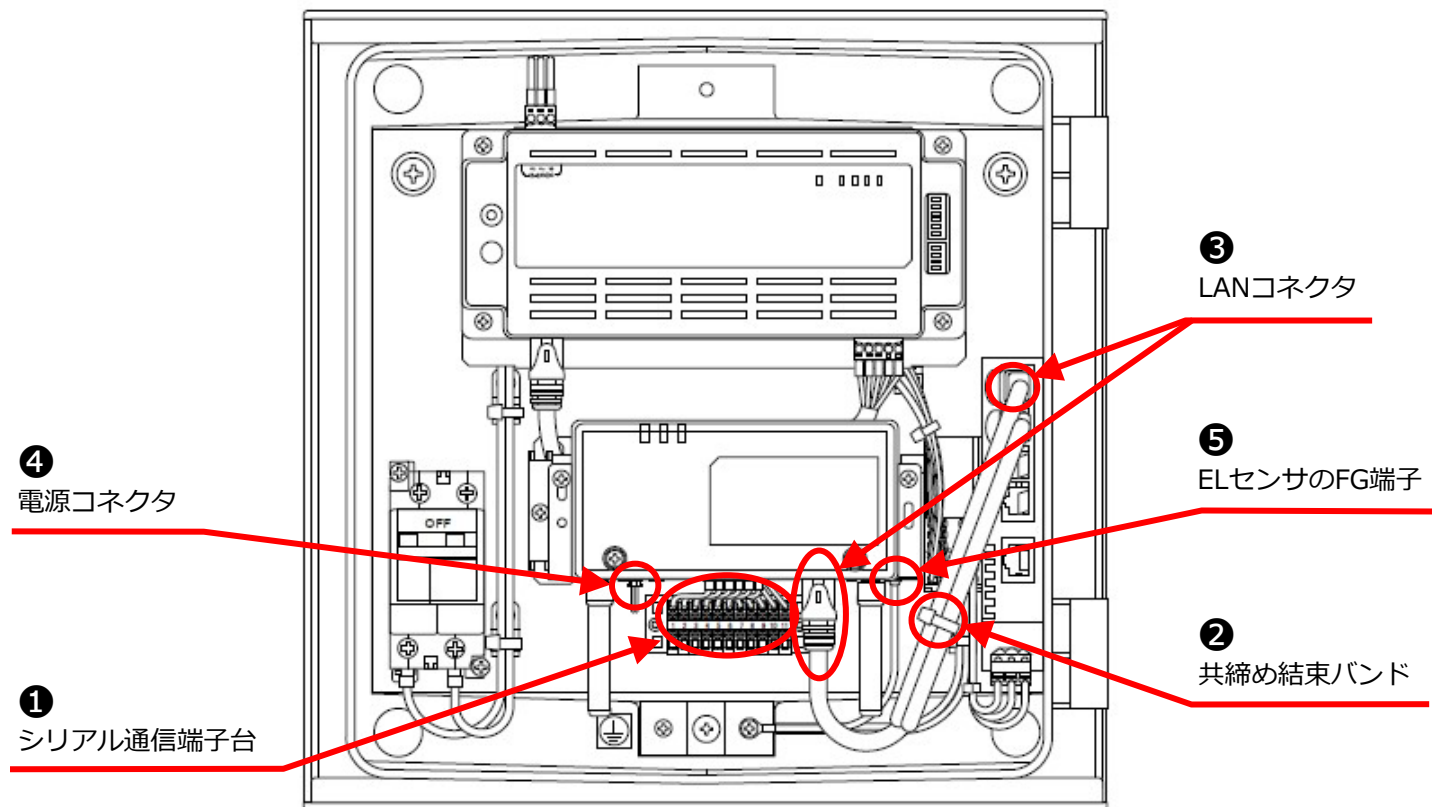
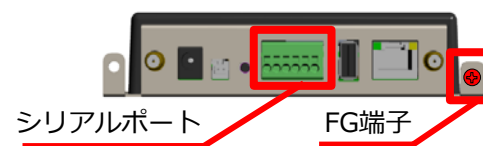

図3 自家消費モバイルパック組込図
図6 ELセンサ背面図A
- (1) シリアル通信端子台の1番～6番ポートの信号線を取り外す。(図3 ①、図4)
- (1) 2本のLANケーブルを共締めしている結束バンドをニッパーで切る。(図3 ②)
(2) ELセンサに接続されているLANケーブルをELセンサ、Hubから取り外す。(図3 ③)
- (1) ELセンサの電源コネクタを取り外す。(図3 ④)
(2) 外した電源コネクタに絶縁テープなどで絶縁処理を施す。
- (1) アース線を取り付けているねじ止めを外す。(図3 ⑤、図6)
- (1) ELセンサ背面のシリアルポートに接続されている通信線を取り外す。(図6)